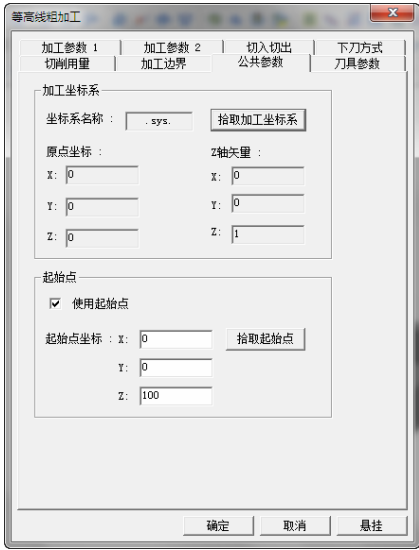

图 8-99 “公共参数”选项卡
7) 单击“公共参数”选项卡，勾选“使用起始点”，具体“起始点坐标”参数数值如图 8-99 所示。